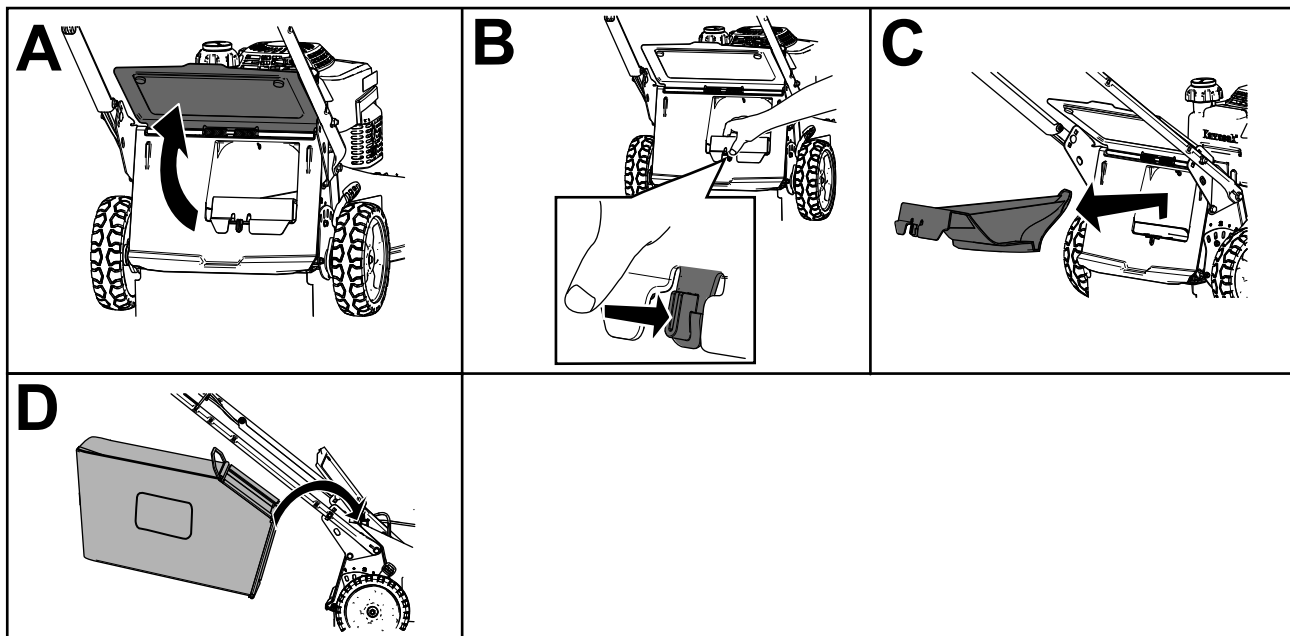

Figura 20
2. Faça subir e mantenha elevado o defletor traseiro (A da Figura 20).
3. Retire o bujão de descarga traseira empurrando o trinco para baixo com o polegar e retirando o bujão da máquina (B e C de Figura 20).
4. Instale as extremidades da barra do saco nas ranhuras na base da pega e abane o saco para a frente e para trás para assegurar que as extremidades estão encaixadas na parte inferior de ambas as ranhuras (D de Figura 20).